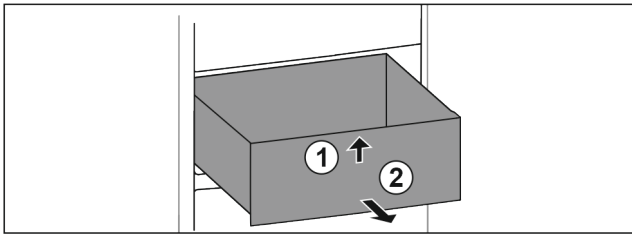

Fig. 84
- ▶ Schubfach vorne anheben. Fig. 84 (1)
- ▶ Schubfach nach vorne entnehmen. Fig. 84 (2)